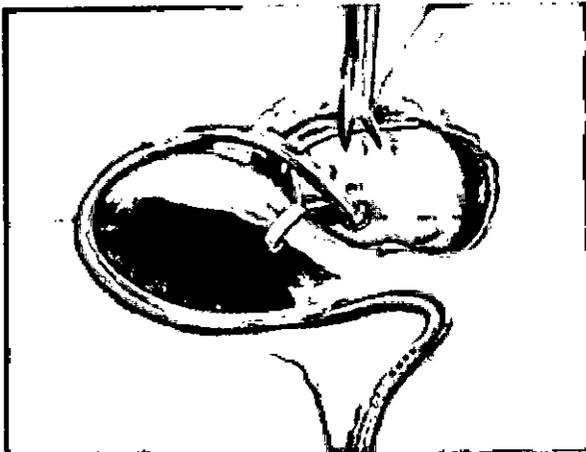

Fig. 1 Colocación del Fixation Clip en el puente óseo
- En primer lugar, debe colocarse el clip grande (clip de fijación al hueso) en el puente óseo (véase la fig. 1).